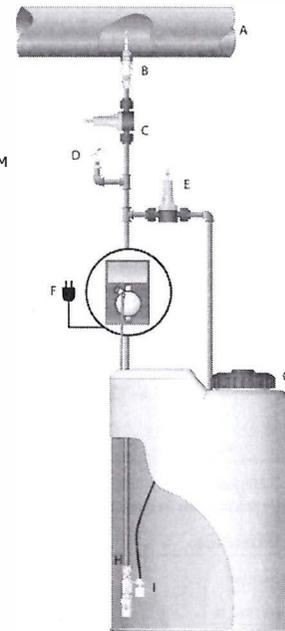

Fig. 6 - Монтаж
- Убедитесь, что насос электрически отключен (оба полюса), отсоединив провода от электросети с помощью многополюсного переключателя, расстояние между контактами которого должно составлять не менее 3 мм (рис. 6).
Если установка, которая обрабатывается, работает при атмосферном давлении (свободное добавление), и резервуар с добавкой должен быть размещен выше точки впрыска (рис. 2), периодически проверяйте, что впускной клапан работает правильно, так как чрезмерный износ может привести к утечке жидкости и, как следствие, к впрыску добавки (даже когда установка не работает). Если проблема сохраняется, установите правильно откалиброванный клапан противодействия С между дозирующим насосом и точкой впрыска (рис. 6).